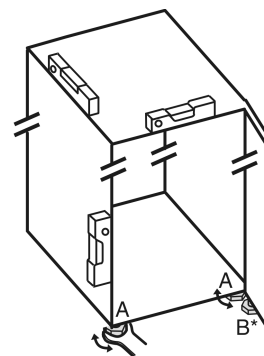

Fig. 23
- ▶ Stellfüße Fig. 23 (A) mit beiliegendem Gabelschlüssel und mit Hilfe einer Wasserwaage herausdrehen, bis das Gerät fest und ebenstehend ausgerichtet ist.
► Stellfuß *Fig. 23 (B)* am Lagerbock mit beiliegendem Gabelschlüssel herausdrehen, bis er auf dem Boden aufliegt.
► Stellfuß *Fig. 23 (B)* um 90° weiter drehen.